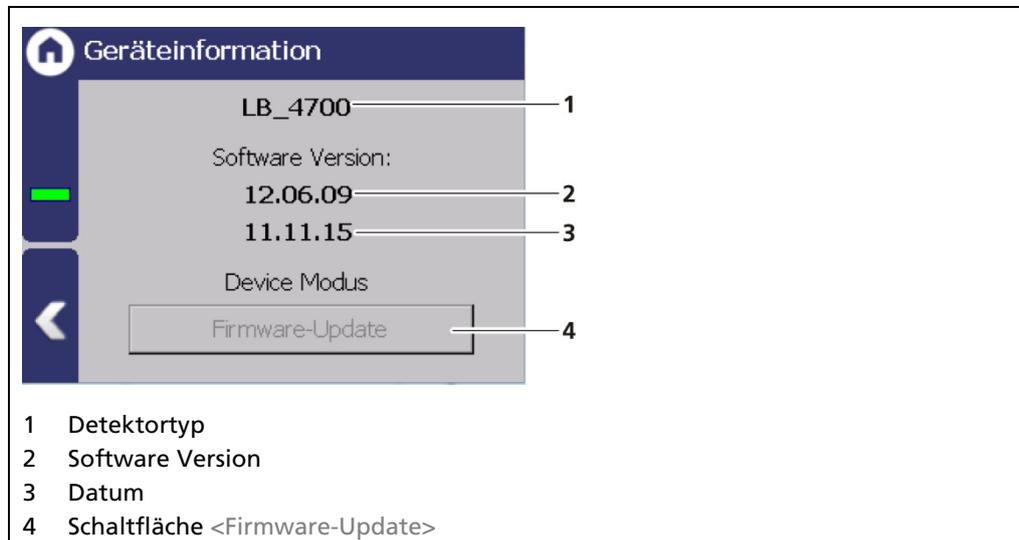

Abb. 69 Device Information
Dieses Fenster zeigt Ihnen den Detektortyp (Abb. 69, Pos.1) sowie eine Übersicht über die Softwareversion (Abb. 69, Pos.2, Pos.3) des Detektors.
3. Der USB-Speicher wird nach einigen Sekunden vom System erkannt und die Schaltfläche <Firmware-Update> (Abb. 69, Pos.4) kann angeklickt werden.
4. Klicken Sie auf die Schaltfläche <Firmware-Update> (Abb. 69, Pos.4).
- ▶ Ein Hinweisfenster „Warnung“ (Abb. 69, Pos.5) erscheint.